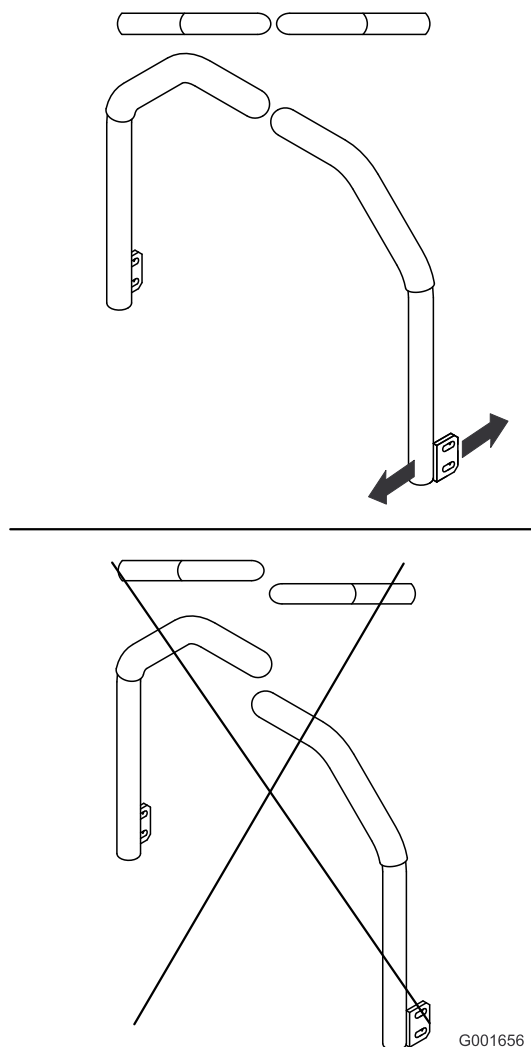

Figura 89
5. Ajuste as alavancas de controlo de forma a ficarem alinhadas e aperte os parafusos, prendendo as alavancas às hastes (Figura 89).